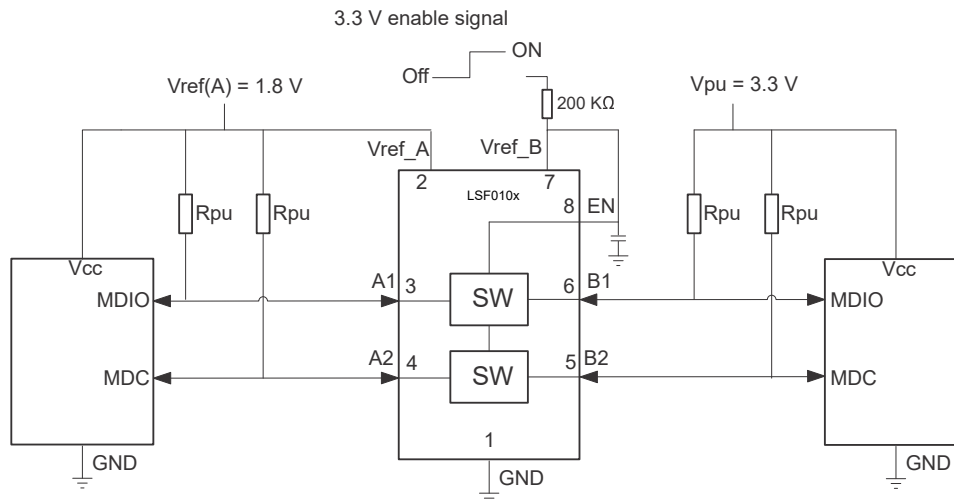

図 9-1. オープン・ドレイン変換の代表的なアプリケーション回路 (例として MDIO を使用)
- V_{CCB}/V_{CCA} は V_{ref_B} または V_{ref_A} と同じではありません。V_{CCB} は LSF デバイスに供給される B 側の電源電圧を表し、V_{ref_B} は 200kΩ 抵抗の反対側にある V_{ref_B} ピン (図 9-1 のピン 7) の電圧を表します。